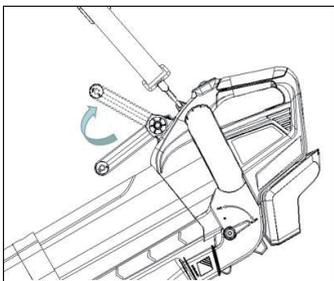

Fig. 5
**Montaggio dell'impugnatura supplementare (Fig. 5)**